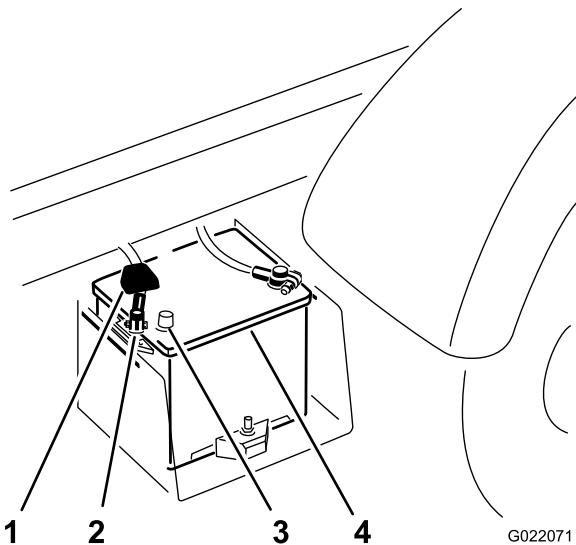

Figura 11
- C. Retire o terminal do cabo positivo da bateria do borne da bateria (Figura 11).
- Ligue o cabo positivo da bateria à bateria (Figura 11).